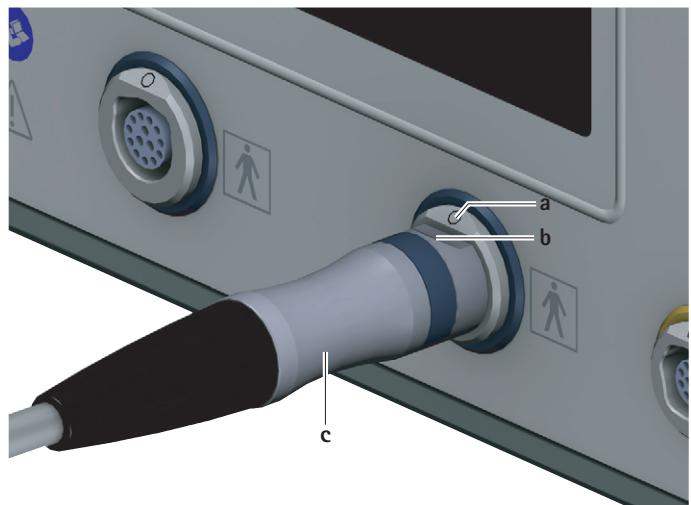

Fig. 3 Tilslutning af motorkabel
- Vend stikket til styreenheden c på motorkablet således, at markeringen b på stikket stemmer overens med markeringen a på tilslutningen til anvendelsesdelen 7, se Fig. 3.
- Træk motorkablet via stikket til styreheden c ud af tilslutningen til anvendelsesdelen 7, se Fig. 3.